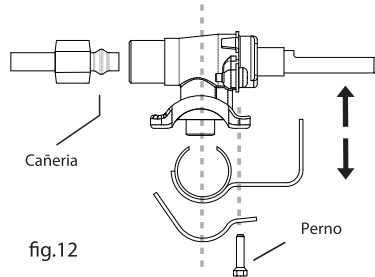

fig.12
4.- Retire las cañerías superiores de las válvulas utilizando una llave de boca 9/16 (fig. 12)
1.- reemplace las válvulas de acuerdo al tipo de gas al que se va a convertir la cocina utilizando un destornillador punta P2 para retirar el perno de la válvula (fig.12)